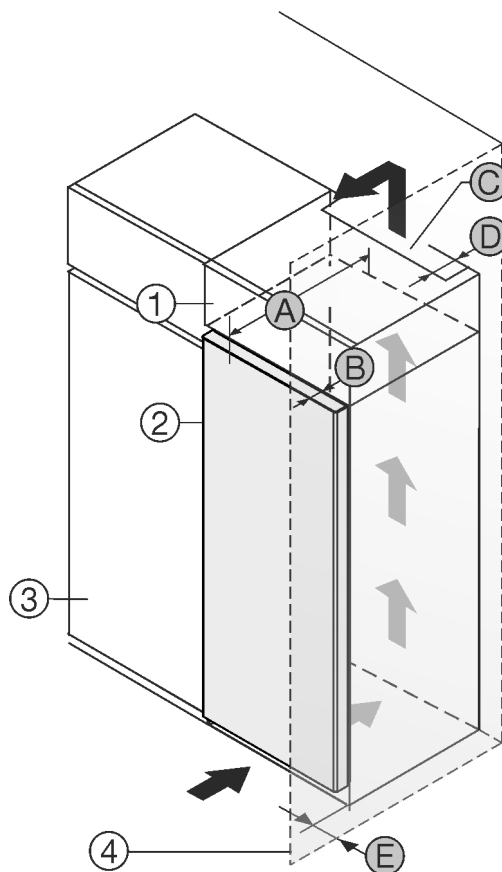

Fig. 1
Aparat lahko postavite neposredno ob kuhinjsko omaro Fig. 1 (3)\*
Na zadnji strani nadgradne omare mora biti zaradi prezračevanja in odzračevanja po vsej širini nadgradne omare prezračevalni jašek globine Fig. 1 (D)\*
Pod stropom je treba upoštevati presek prezračevanja Fig. 1 (C)\*
Če aparat postavite s tečaji ob steni Fig. 1 (4), mora razdalja med aparatom in steno znašati vsaj 13 mm \*
Da lahko vrata povsem odprete, mora aparat štrleti ven vsaj za globino vrat Fig. 1 (B) glede na sprednji del kuhinjske omarice. Odvisno od globine kuhinjskih omaric Fig. 1 (3) in uporabe stenskih distančnikov lahko aparat štrli bolj ven.\*